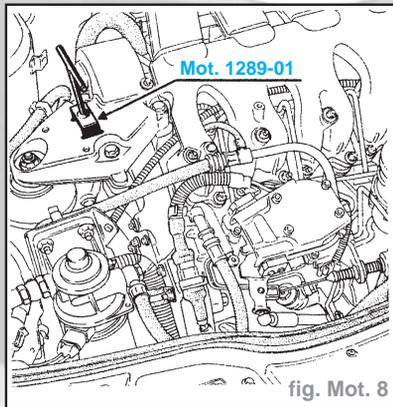

fig. Mot. 8
- Introduire la fourchette de centrage du limiteur **Mot. 1289-01** dans les fenêtres de la coiffe de suspension pendulaire (fig. Mot. 8).